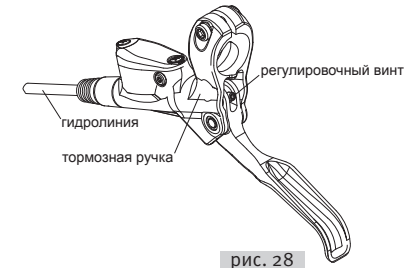

рис. 28
- 3.10.3. С помощью регулировочного винта установите тормозную ручку в удобное для себя положение (рис. 28).